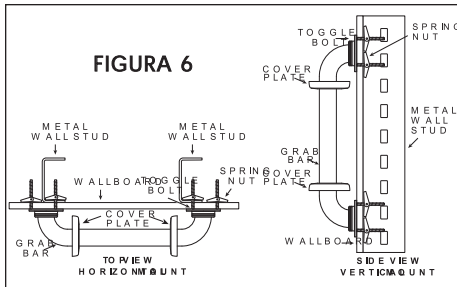

FIGURA 6
4. Coloque el extremo de la Barra de Seguridad con los TORNILLOS DE FIJACIÓN adjuntos para que puede empujar las tuercas de resorte y los topes en los extremos de los TORNILLOS DE FIJACIÓN por los agujeros taladrados correspondientes. Las tuercas de resorte deben pasar totalmente por los agujeros en la pared (vea la Figura 6).
6. Hale los TORNILLOS DE FIJACIÓN hacia usted y apriete con el dedo los TORNILLOS para asegurarse que las tuercas de resorte se han abierto completamente contra el dorso de la pared y la viga de metal de la pared (vea la Figura 6). Si las tuercas de resorte no se han abierto completamente, afloje los tornillos y repita el Paso 6.